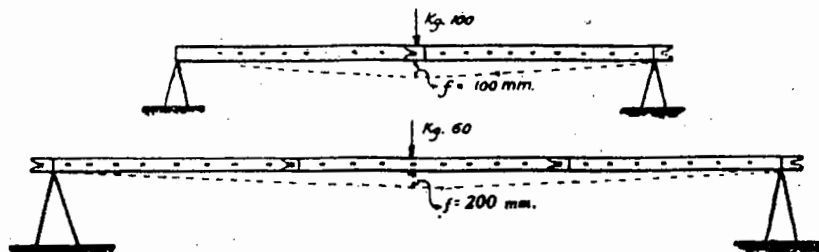

FIG. 5
a) Come indicato nella fig.5 si innestano due o tre tronchi in orizzontale, si appoggia la scala ai cavalletti e la si carica al centro con carico concentrato di Kg 100 se composta con due tronchi e con carico di Kg 60 se composta con tre tronchi.